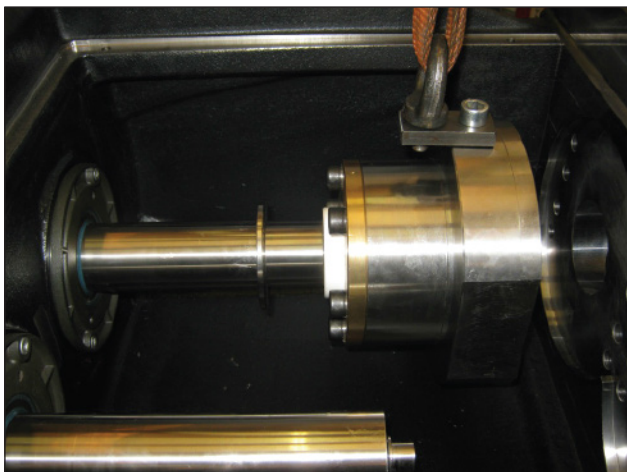
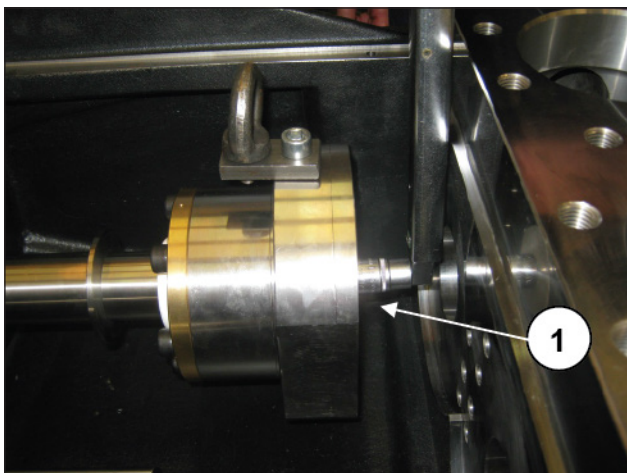

Fig. 235
Fig. 236
Sollevare il supporto completo ed inserirlo sul carter anteriore dietro la testata, previo riposizionamento dello stelo guida pistone al punto morto inferiore (Fig. 235), e fissare il pistone sullo stelo (pos. ①, Fig. 236) tarando la vite con chiave dinamometrica come indicato nel paragrafo 3.